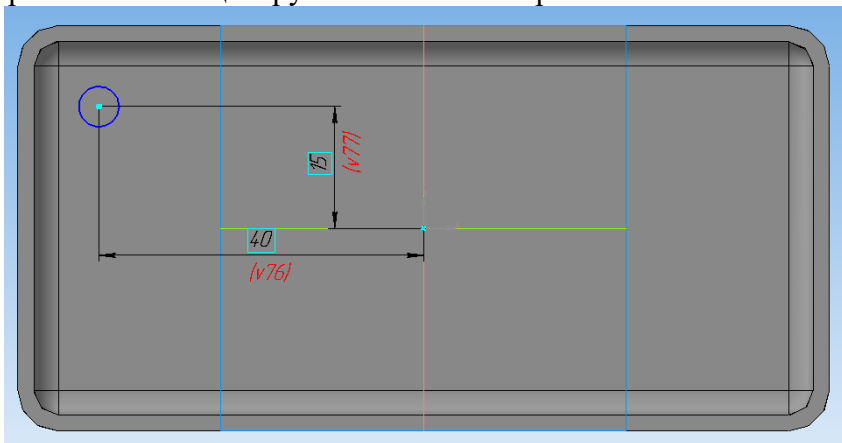

Рис. 2.9. Дно бобышки
1. Для выполнения бобышки надо кликнуть на дне детали и нажать на кнопку **Эскиз** . Затем необходимо в произвольном месте расположить окружность диаметром 5 мм и привязать его к центру как показано на рис. 2.9.